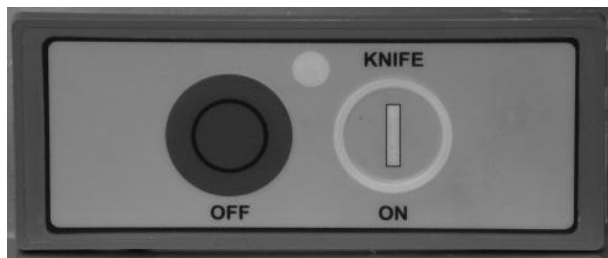

图 3
- 按KNIFE ON按钮（图3）启动切片机。
- 切片时使用物料托盘把手（图1）前后移动物料托盘。操作结束时，将物料托盘拉至距离操作者最近位置。顺时针拧紧指示旋钮、合上刻度板以停止设备。或按OFF按钮（图3）停止设备。